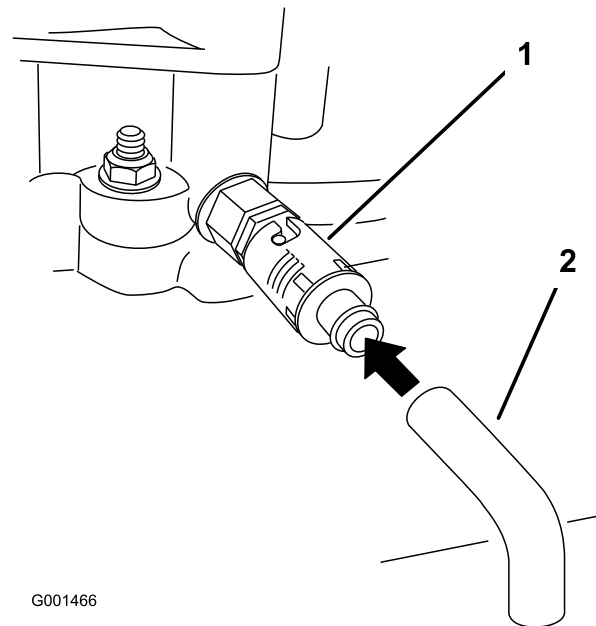

Figura 34
6. Coloque un recipiente debajo del tubo de vaciado. Gire la válvula de vaciado para que se drene el aceite (Figura 34).
8. Retire el tubo de vaciado (Figura 34).